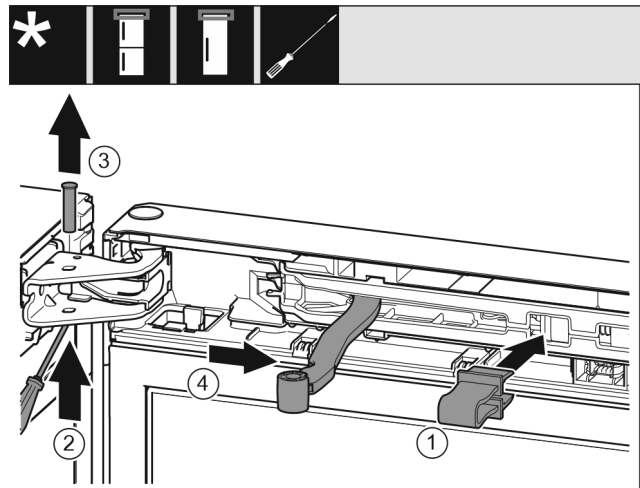

Fig. 13
- ▶ Zaklapnite poistku Fig. 13 (1) v otvore.
- ▶ Vysuňte čap Fig. 13 (2).
- ▶ Vyberte čap Fig. 13 (3) nahor.
- ▶ Otočte kĺb Fig. 13 (4) v smere dverí.